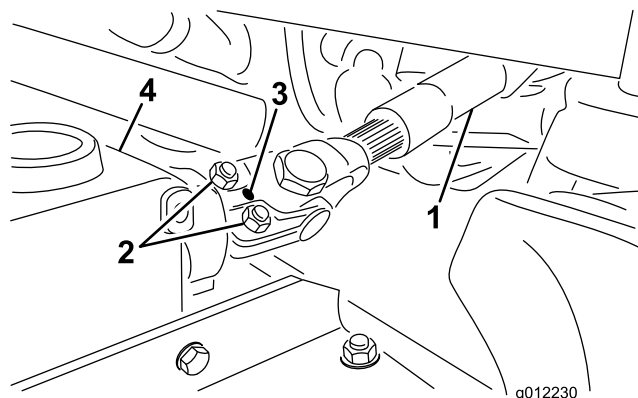

Figura 6
1. Deslize o veio macho da tomada de força ao veio fêmea da tomada de força (Figura 6). Alinhe os furos de montagem no veio de entrada da caixa de engrenagens com os furos no veio da tomada de força e deslize-os em conjunto.
2. Prenda com um pino de segurança (Figura 6).
3. Aperte os parafusos e as porcas (Figura 6).